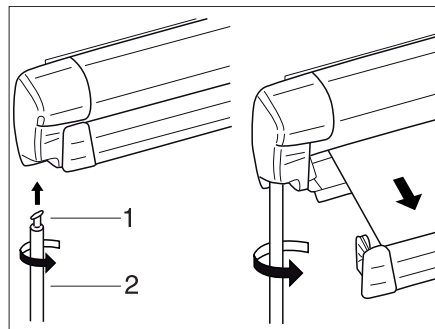

Fig. 35 Store extérieur
- Accrocher le crochet (Fig. 35,1) de la manivelle (Fig. 35,2) dans l'œillet du mécanisme et tourner de 90°.